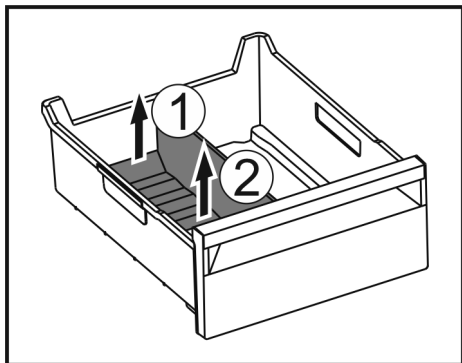

Fig. 147
- ▶ Повдигнете задната част на разделителя на отделението за лед. Fig. 147 (1)
- ▶ Извадете разделителя на отделението за лед нагоре. Fig. 147 (2)